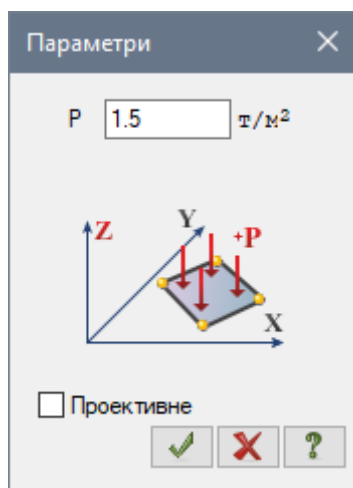

Рис. 22.17. Діалогове вікно **Параметри**
- У цьому вікні задайте інтенсивність навантаження  $p=1.5 \text{ т/м}^2$  (рис. 22.17).